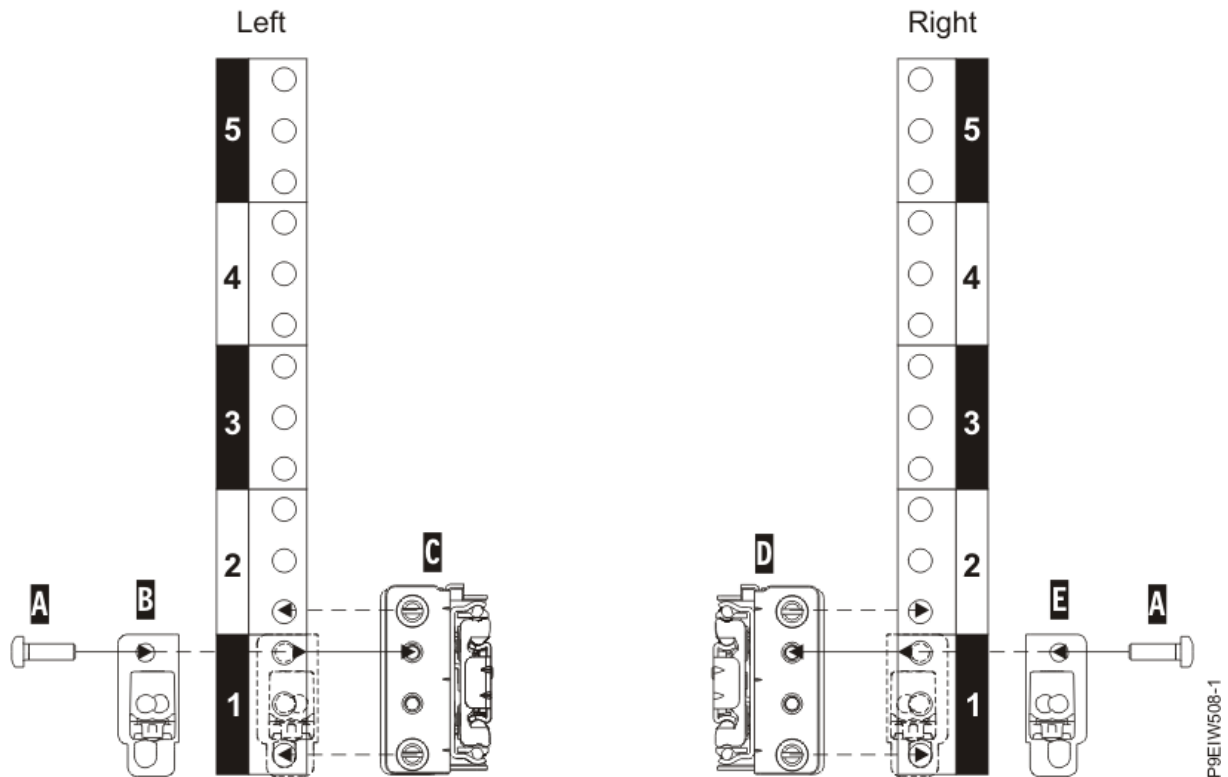

Abbildung 2. Schienen an der Vorderseite des Racks befestigen
2. Positionieren Sie an der Vorderseite des Racks die linke Schiene **(C)** zwischen der linken vorderen und hinteren EIA-Rackmontageleiste (siehe Abbildung 2 auf Seite 3).
5. Positionieren Sie die Zuschlagshalterung (**B**) so, dass sie den vorderen EIA-Platz der Schiene bedeckt (siehe Abbildung 2 auf Seite 3).
7. Wiederholen Sie die Schritte „1“ auf Seite 2 bis „6“ auf Seite 3 für die rechte Schiene (**D**) (siehe Abbildung 2 auf Seite 3). Auf der rechten Schiene ist an der inneren vorderen Position eine Kennung R aufgedruckt.